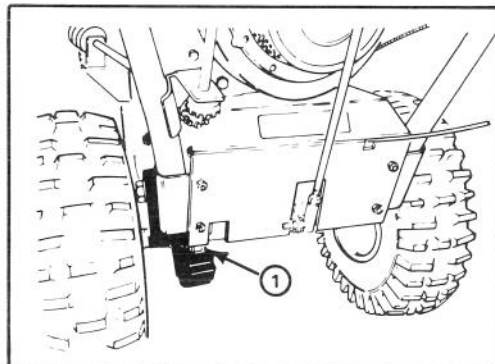

Abbildung 21
1. Die Antriebskette einmal jährlich mit Ketenschmierstoff schmieren (Abb. 21). Überschüssiges Öl aufwischen.